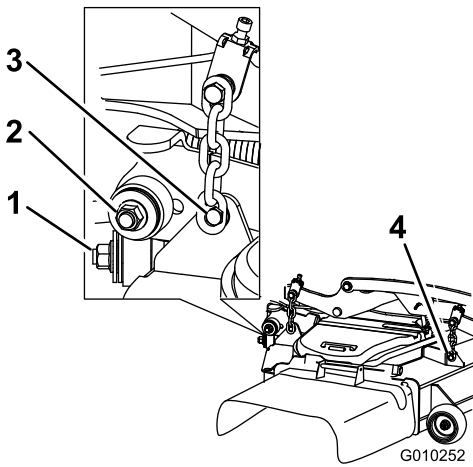

Figura 115
7. Retire y guarde los herrajes de ambos lados de la carcasa, según se muestra en Figura 115.